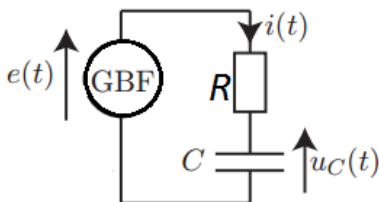

Fig 1: montage.
- 👉 Construire le montage de la figure 1 avec $R = 10k\Omega$ et $C = 100nF$.
- 👉 Brancher l'oscilloscope de façon à visualiser en voie 1 la tension $e(t)$ et en voie 2 la tension aux bornes du condensateur et faire apparaître les branchements (voie 1, voie 2 et masse) sur la figure 1.